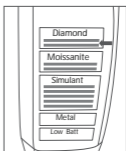

рис. 7b
7. Во время калибровки индикаторы «Simulant» (Муляж), «Moissanite» (Муассанит) и «Diamond» (Алмаз) загораются по очереди, что сопровождается ритмичным звуковым сигналом. Загорание индикатора «Diamond» (Алмаз) указывает на завершающую фазу калибровки, как показано на рис. 7b.